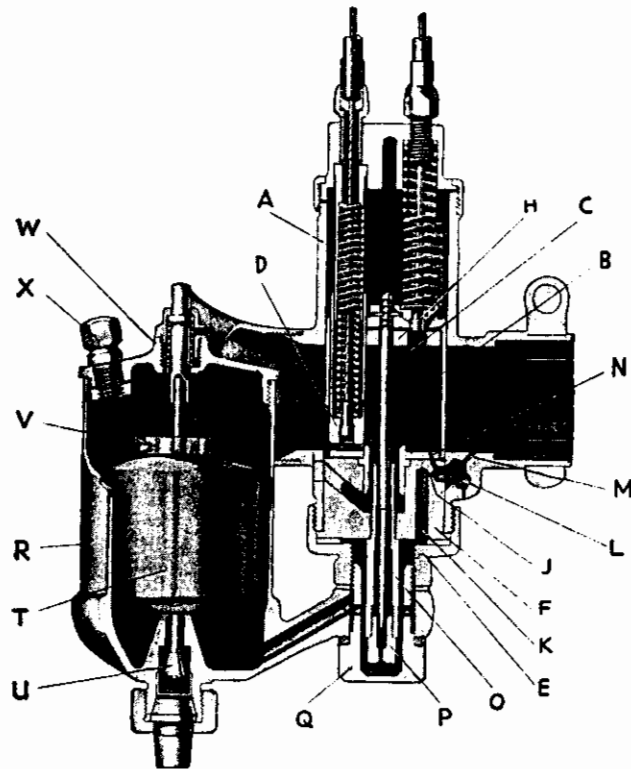

Abb. 4. Amal-Vergaser (im Schnitt).
1. Leerlauf-Düse (Abb. 4 und 5); hier tritt Benzin durch die konstante Oeffnung J und vermischt sich mit Luft; letztere ist durch das Nadelventil D einstellbar.
5. **Die Hauptdüse (P in Abb. 4)** bestimmt in Verbindung mit der Nadelöffnung die Menge des Kraftstoffzuflusses in den Hauptverteiler. Die Nadelöffnung ist der Kontrollfaktor bis ca. $\frac{1}{2}$ offener Schieberstellung, nachher beginnt die Hauptdüse ihren Einfluß auszuüben und bestimmt die Gemischstärke vollständig bei Vollgas.